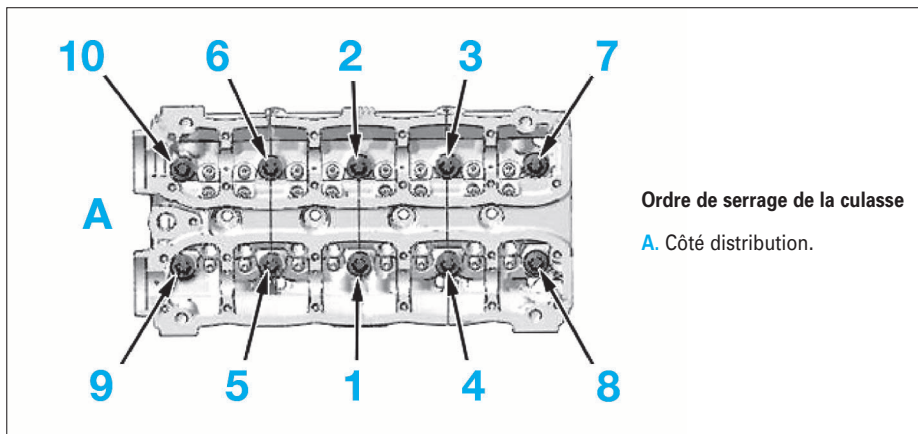

FIG. 40
- Serrer les vis de culasse en respectant l'ordre indiqué et les couples de serrage (Fig.40).